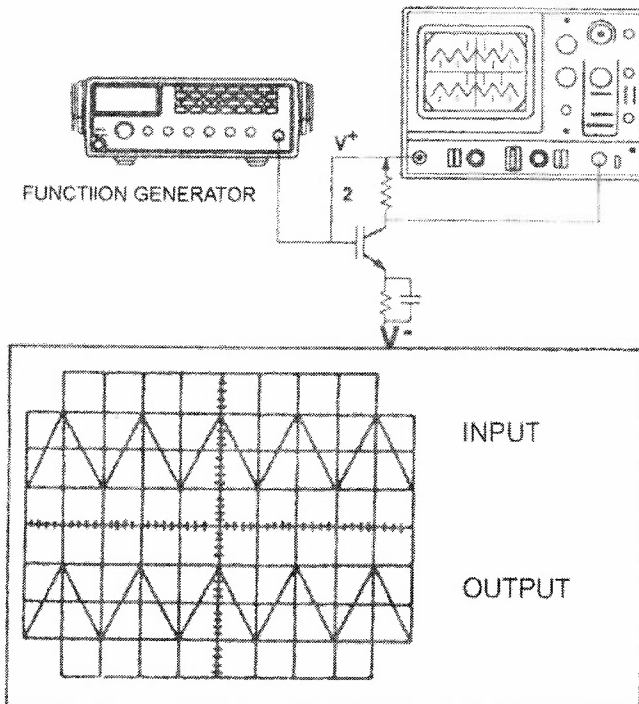

Figura 4
A figura 4 é um diagrama conectado. Aplique um DC OFFSET para transistor e observe a saída com o osciloscópio. Ajuste a amplitude da saída do dispositivo para o máximo sem distorção. Gire DC OFFSET, tipos diferentes de efeitos cortes (clippings) poderão ser observados.
- e) Osciloscópio de face dupla pode ser usado para mostrar o tempo de relação da saída e entrada. (FIGURA 4)